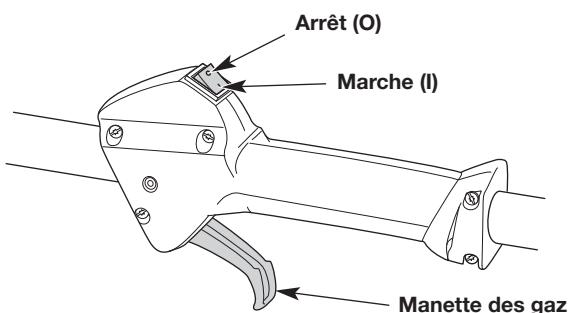
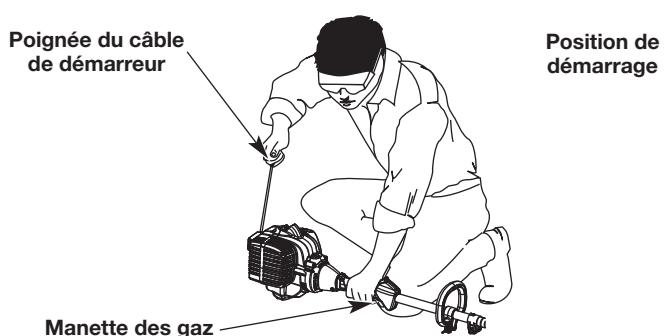

Fig. 7
Fig. 10
AVERTISSEMENT : évitez tout démarrage accidentel de l'appareil. Pour éviter toute blessure grave, l'opérateur et l'appareil doivent être tous deux en position stable quand l'opérateur tire sur le câble de démarreur (Fig. 10).
L'interrupteur de marche/arrêt est constamment en position de marche (I) (Fig. 7).
5. Accroupissez-vous en position de démarrage (Fig. 10).
6. Appuyez sur la manette des gaz (Fig. 7) et tirez sur le câble de démarreur d'un mouvement contrôlé et ferme à **5 reprises** (Fig. 10).
2. Appuyez sur l'interrupteur de marche/arrêt et maintenez-le enfoncé en position d'arrêt (O) jusqu'à ce que le moteur s'arrête complètement (Fig. 7).